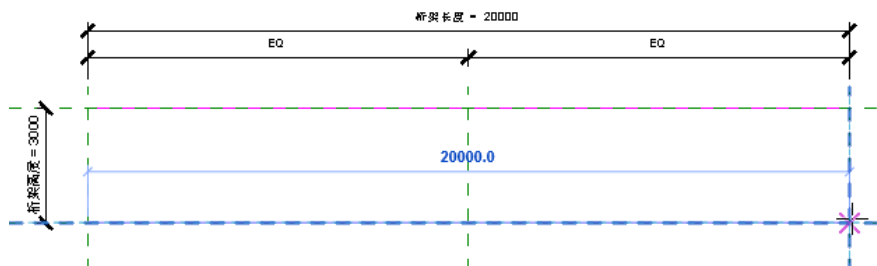

图 7-11 绘制下弦杆
(5) 单击“创建”选项卡“详图”面板中的“下弦杆”按钮，沿顶部参照平面进行绘制以定义下弦杆，如图 7-11 所示。